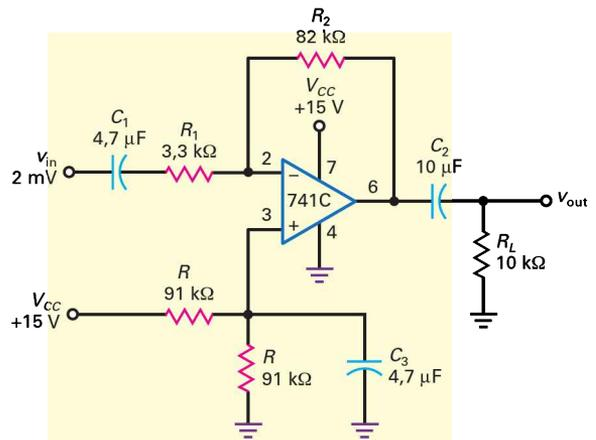

Figure 18.43
18.38 Quel est le gain en tension de l'ampli inverseur à une seule alimentation de la figure 18.43 ? Quelles sont les trois fréquences de coupure basses ?